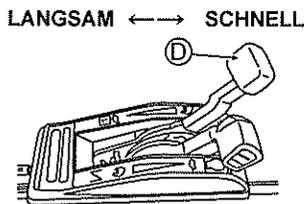

Abb. 19.
- 5 Passen Sie die Geschwindigkeit mithilfe des Ganghebels (D) an. (Siehe Abb. 19.)